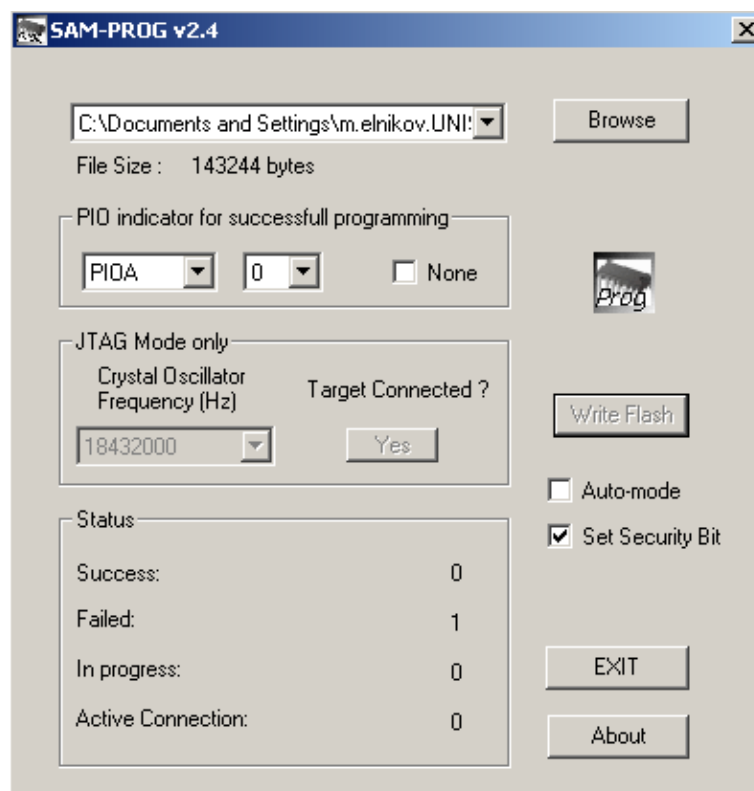

**Рис. 6**
2.4.4 Нажмите на кнопку «S1» (см. рис.3а). При этом в окне SAM-PROG внизу против надписи «Active Connection» появится «1», (см. рис. 6), кнопка «Write Flash» станет активной (см. рис. 6), а светодиоды платы VD5-VD8 (см. рис. 3а) начнут тускло подсвечивать.
2.4.7 По окончании загрузки будет выведено сообщение об успешном завершении программирования (см. рис. 6).
**Примечание:** При неисправной плате, неисправном блоке питания, неисправном блоке индикации и при плохих контактах в разъёмах персональный компьютер программируемую плату не обнаружит (через свой USB-порт). В окне программы SAM-PROG против опции «Active Connection» не появится «1» (см. рис. 6). Процесс программирования необходимо повторить с другим оборудованием, последовательно, начиная с пункта 2.3.1.